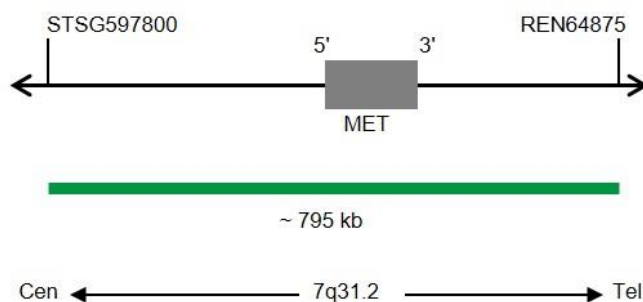

Fig. 1: Mappa della sonda SPEC MET (non in scala)
- Polinucleotidi (~10 ng/μl) marcati con fluorocromo ZyGreen (eccitazione 503 nm/emissione 528), le cui sequenze target mappano in 7q31.2* (chr7:115,925,700-116,718,699) in cui è localizzato il gene MET (vedere Fig. 1)